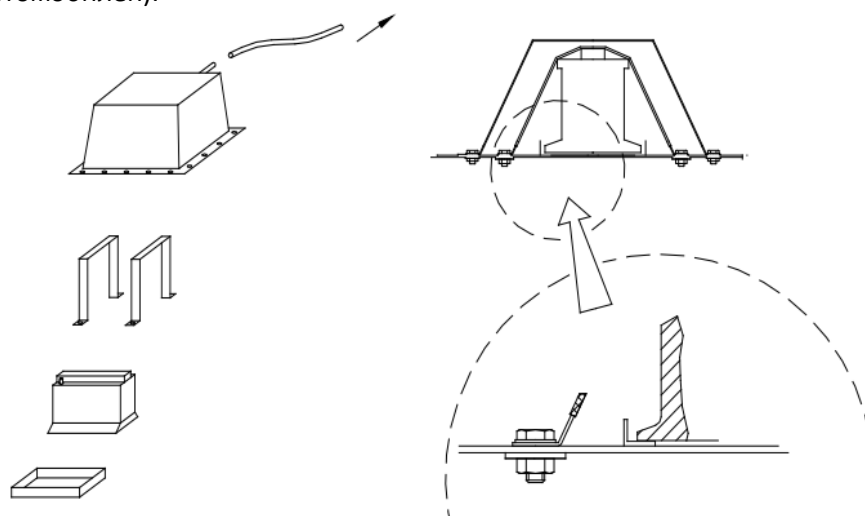

Рис. 5.7. Крепление аккумуляторной батареи.
- Если первоначальное месторасположение аккумуляторной батареи изменено, то она должна быть полностью закрыта электроизолирующим колпаком. Батарея должна быть прикреплена к кузову с использованием металлического гнезда и двух металлических хомутов (не менее 5 мм в диаметре) или металлических пластин (толщина не менее 3 мм, ширина не менее 25 мм) с любым изоляционным покрытием, прикрепленных к основанию болтами и гайками (Рис. 5.7). Для крепления хомутов и пластин должны быть использованы болты диаметром не менее 10 мм, под каждым болтом должна размещаться контршайба толщиной не менее 3 мм, покрывающая не менее 20 см² площади кузова. Допускается крепление батареи оригинальными деталями, если таковые предусмотрены для крепления в этом же месте (например, для крепления в багажнике у соплатформенных автомобилей).